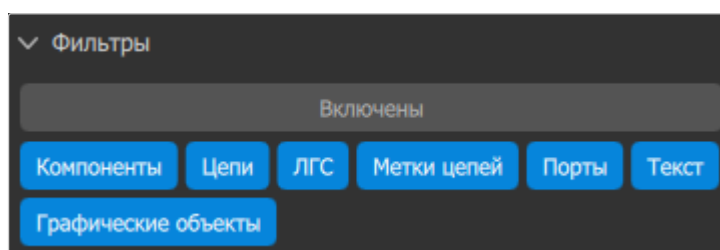

Рисунок 94. Группа «Фильтры» свойств документа
- «Фильтры» — позволяет выключить возможность выделения объектов определенного типа на схеме. По умолчанию все фильтры включены — это означает, что на листе можно выделять объекты любого типа без исключения (см. рисунок 94).